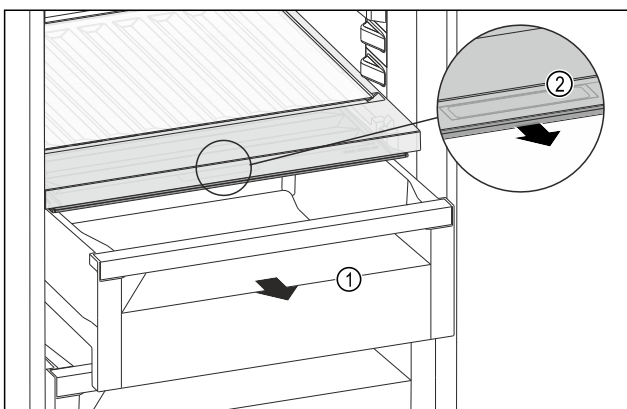

Fig. 176
- Retirer le tiroir Fig. 176 (1).
- Saisir la poignée encastrée Fig. 176 (2) du couvercle du compartiment et tirer le couvercle du compartiment par l'avant.